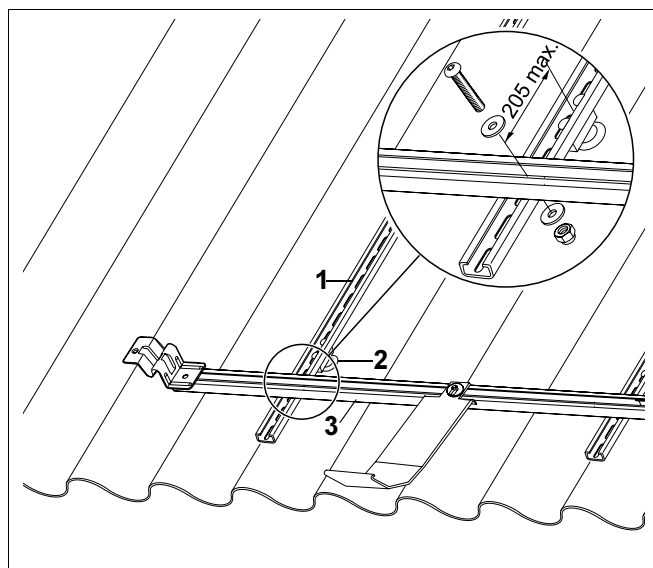

Fig. 9 Fixarea șinelor profilate orizontale
Distanța între șina profilată și piesa de susținere nu are voie să depășească maximum 205 mm (ax/ax) (Fig. 9).
- Fixați șinele profilate orizontale cu șuruburile Imbus, M8 × 50 și două șaibe pentru M8 de șinele profilate verticale (Fig. 9).